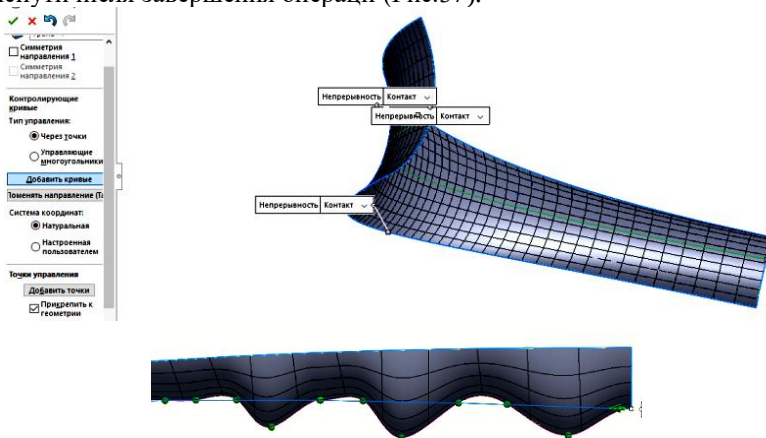

Рис.37. Виконання операції *Вільна форма*
20. Будуємо на ручці виступи для пальців, використовуючи інструмент *Вільна форма* довільних розмірів. Для зручності поверхню краще ізолювати, для чого виділити її, натиснути праву кнопку миші та вибрати рядок *Ізолювати*. Спливає віконце *Вийти з функції Ізолювати*, на яке натиснути після завершення операції (Рис.37).